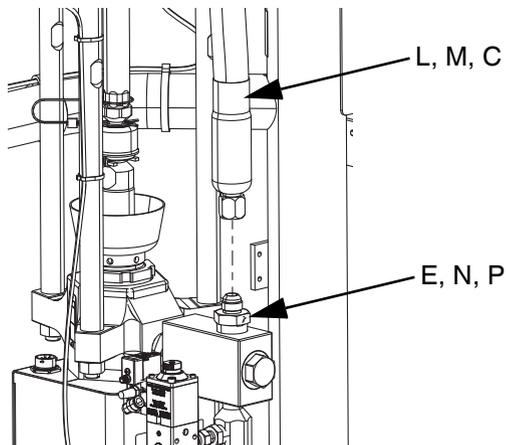

FIG. 18
4. Ao usar um sistema de abastecimento de êmbolo à mangueira de abastecimento 1 (C) ao encaixe do sistema de abastecimento de êmbolo à mangueira de abastecimento 1 (E) conforme indicado nas FIG. 1 e FIG. 18.
- a. Ligue a mangueira de tandem 1 (L) ao encaixe da unidade de abastecimento com êmbolo 1 à mangueira de tandem 1 (N) conforme indicado nas FIG. 2 e FIG. 18.
- b. Ligue a mangueira de tandem 2 (M) ao encaixe da unidade de abastecimento com êmbolo 2 com a mangueira de tandem 2 (P) conforme indicado nas FIG. 2 e FIG. 18.